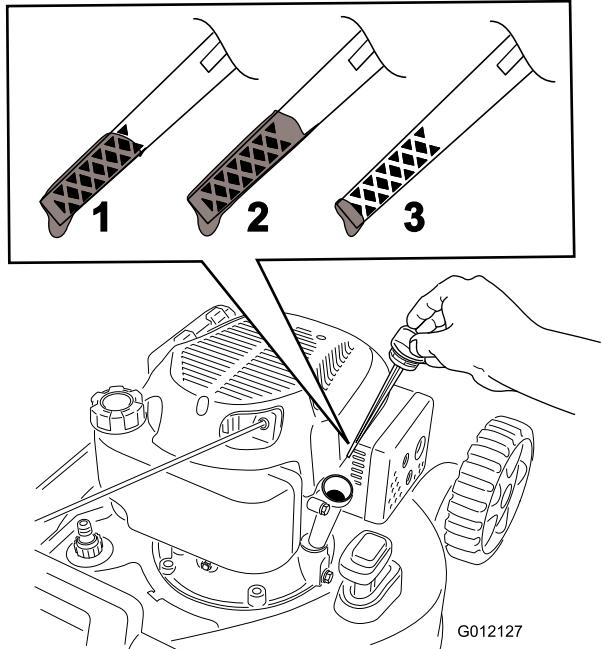

Figura 12
2. Retire la varilla girando el tapón en el sentido contrario a las agujas del reloj y tirando del mismo (**Figura 12**).
5. Observe en la varilla el nivel de aceite (**Figura 12**).
- Si el nivel de aceite de la varilla es demasiado bajo (**Figura 12**), vierta con cuidado una pequeña cantidad de aceite
- Si el nivel de aceite de la varilla es demasiado alto (**Figura 12**), drene el exceso de aceite hasta que el nivel de aceite en la varilla sea correcto; consulte **Cambio del aceite del motor** (página 16).